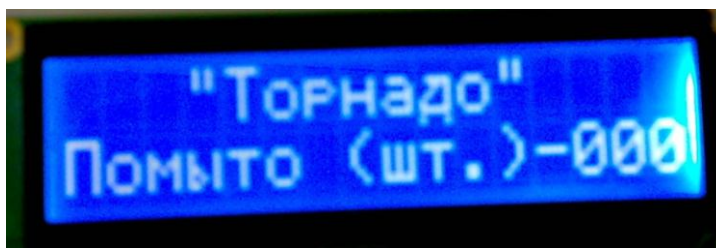

Рис. 6.2.
6.5. В ждущем режиме дисплей отображает количество помытых колес (рис.6.2). При достижении количества равного 200 колес\*\* на экране высветится надпись: «Замените воду» и перестанут запускаться программы. Для обнуления счетчика и сброса сообщения необходимо нажать и удерживать кнопку «Обдув воздухом «V» до тех пор, пока сообщение не пропадет (3-5с).